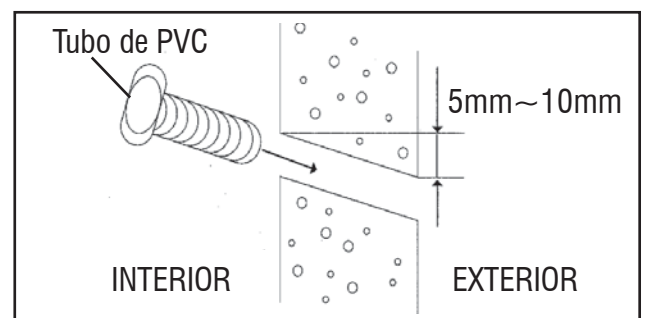

FIG. 13
- Corte e coloque o tubo de PVC de 75 mm de diâmetro de acordo com a espessura da parede e passe a tubulação através dela. (fig. 13).